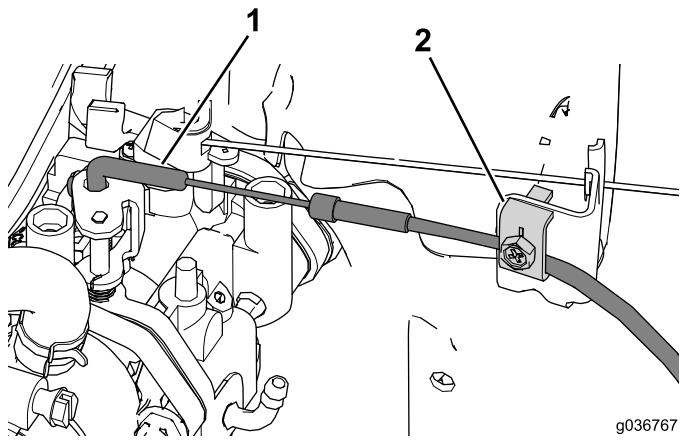

図 34
2. スロットルケーブル端部の曲がりをチョークアセンブリに入れる図34。